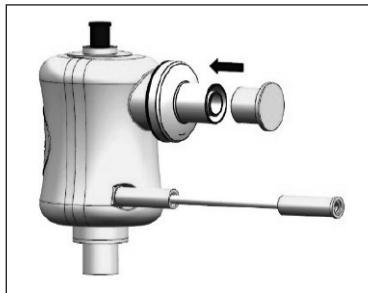

Fig. 6
4. Pour alimenter le % d' O_2 égal à 100 %, appliquer le bouchon fourni dans l'emballage sur le filtre d'entrée d'air (voir FIGURE 6).